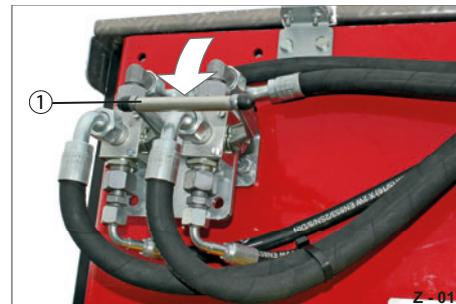

Abb. 23 Hydraulikzufuhr „Elektro-Pumpe“
- ▶ Schwenken Sie den Umschalthebel (Abb. 23/1) in die waagerechte Stellung.